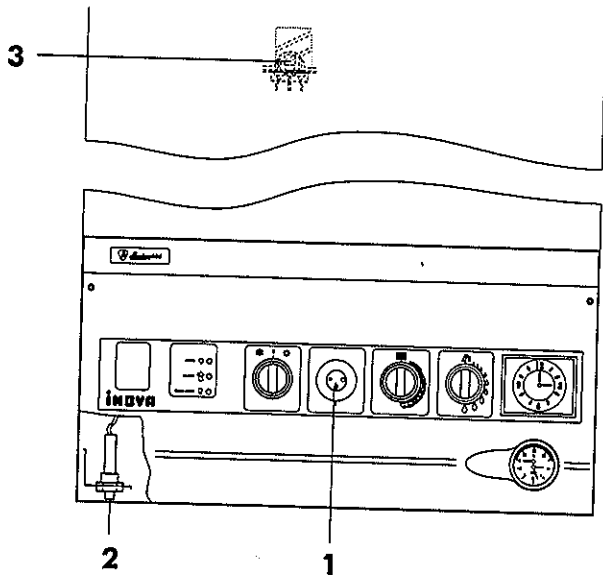

Fig. 1
Aprire il rubinetto del gas. Ruotare il pulsante della valvola gas (fig.1 pos.1) in posizione pilota (*) e premerlo a fondo azionando contemporaneamente il pulsante dell'accensione piezo-elettrica (fig.1 pos.2) fino a che non si accende la fiamma del bruciatore pilota (fig.1 pos.3); attendere quindi alcuni secondi prima di rilasciare il pulsante (2); se rilasciandolo la fiamma dovesse spegnersi, ripetere l'operazione tenendo premuto più a lungo. Ruotare quindi il pulsante della valvola gas (1) in posizione bruciatore (♣).